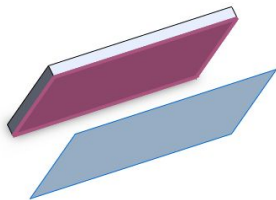

图 1-45 生成等距距离基准面
(4)  **【偏移距离】**: 在平行于一个面（或基准面）指定距离处生成等距基准面。首先选择一个平面（或基准面），然后设置【距离】数值，如图 1-45 所示。